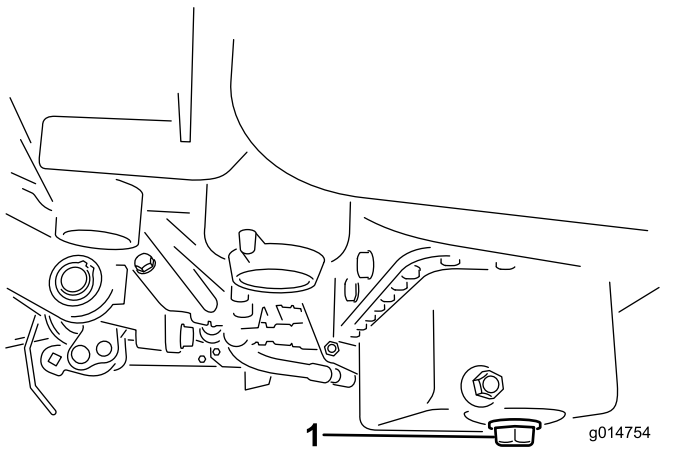

Figura 29
1. Togliete il tappo di spurgo e lasciate defluire l'olio in una bacinella. Quando l'olio cessa di defluire, rimontate il tappo (Figura 29).